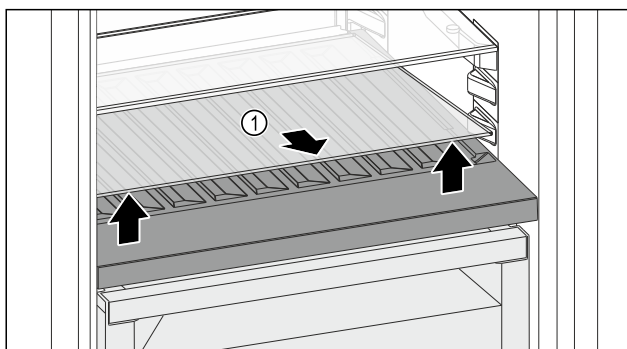

Fig. 116
- ▶ Dvignite stekleno ploščo Fig. 116 (1) pri odprtini spredaj in jo odstranite.
- ▶ Steklno ploščo Fig. 116 (1) varno shranite zunaj naprave.